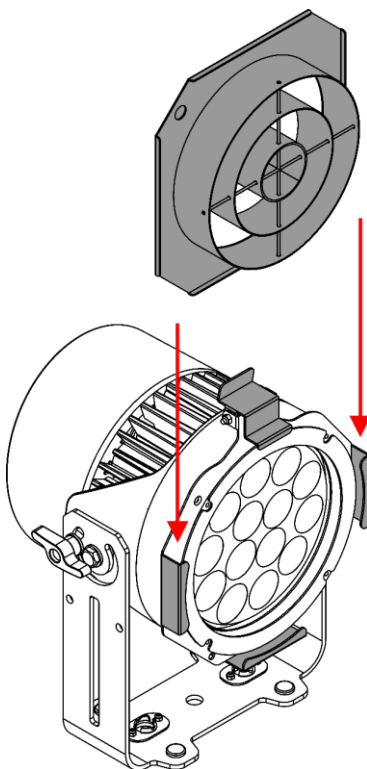

Fig. 13
- 03) Inserire il cilindro nel supporto accessori (Fig. 13).